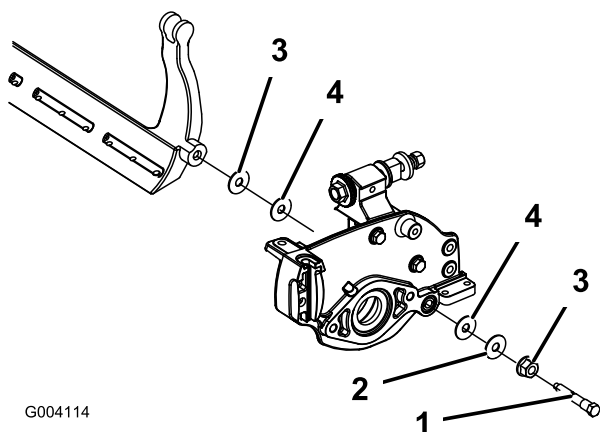

図 63
4. 各ベッドバー・ボルトを抜いて、ベッドバーを下に引き抜いて外す。ベッドバーの両端にナイロン・ワッシャとスチール・ワッシャが2枚ずつあるので注意する(図 63)。